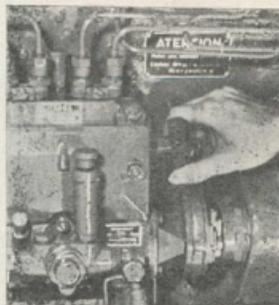

Fig. 17. Arranque en frío
- 6.ª Oprima el pulsador del dispositivo de "arranque en frío" situado en la bomba de inyección (fig. 17); recuperará su posición primitiva al arrancar el motor. Esta operación sólo deberá realizarse si el motor lleva mucho tiempo parado o la temperatura es baja, si el motor está caliente no es necesario.